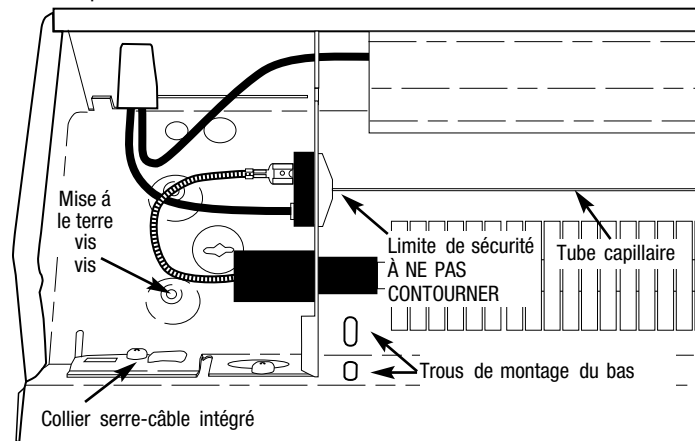

Figure 4 : Vue du compartiment de câblage du côté gauche
10. Au montage du radiateur, si les trous de montage inférieurs ne sont pas utilisés (Voir la Figure 4), assurez-vous que des vis n'endommagent pas le câblage d'alimentation dans la zone derrière le radiateur.
11. N'enlevez pas et ne contournez pas le contrôle de limite de sécurité car cela pourrait faire du radiateur un risque de départ d'incendie – consultez la figure 4.
5. Desserrez la vis du collier serre-câble (Figure 4) ou ouvrez le trou à enfoncer voulu du compartiment de câblage du radiateur. Installez câble d'alimentation électrique dans le compartiment de câblage en laissant au moins 6 pouces (153 mm) de câble pour le au radiateur. Pour installer deux câbles d'alimentation en utilisant le collier serre-câble intégré, courbez vers le haut la patte couvrant le deuxième trou et ramenez-la vers la cloison arrière du de câblage. Si un serre-câble intégré n'est pas utilisé, installez une retenue de câble approuvée (non incluse) dans le trou à enfoncer choisi.
6. Positionnez le radiateur à l'emplacement voulu et fixez-le au mur avec des vis à bois ou de la visserie appropriée. Localisez les poteaux muraux et si possible fixez les vis dedans. Pour des radiateurs jusqu'à 6 pieds (1,8 m) de long, une vis à chaque extrémité est adéquate. Pour des unités plus longues, une vis additionnelle au centre est nécessaire. Serrez ces vis, puis desserrez-les d'un quart de tour pour permettre au radiateur de se dilater et de se contracter pendant son utilisation. Si l'unité est montée au-dessus du sol, deux trous de montage additionnels sont fournis à chaque extrémité sous l'élément de chauffe (Voir la Figure 4). Installez une vis supplémentaire à chaque extrémité pour la stabilité, en vous assurant de les dévisser chacune d'au moins un quart de tour.
5. Un contrôle de limite de sécurité est fourni pour couper automatiquement le radiateur s'il est obstrué ou chauffe trop pour toute raison, du fait de conditions anormales (Voir les Figures 4 et 5). NE contournez PAS ou ne désactivez pas ce dispositif de sécurité (Voyez l'avertissement 11 en page 2). Durant un fonctionnement normal ce dispositif de contrôle ne doit pas s'activer. Si vous constatez que de contrôle s'active, assurez-vous que le radiateur n'est pas obstrué. Si le radiateur continue d'être coupé en chauffant, débranchez son alimentation et faites-le vérifier et réparer par un électricien qualifié.